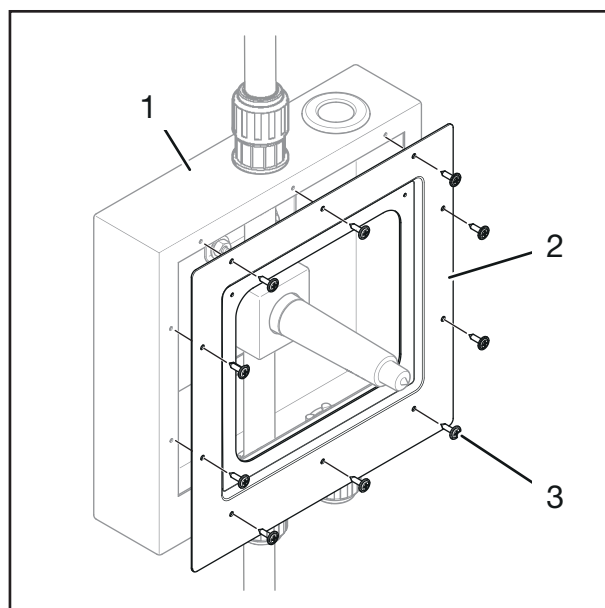

Fig. 9: Montering av ram
1. Positionera ramen (fig. 9/2) på huset (fig. 9/1).
2. Skruva fast ramen (fig. 9/2) på huset (fig. 9/1) med tio TX 20-skruvar (fig. 9/3).